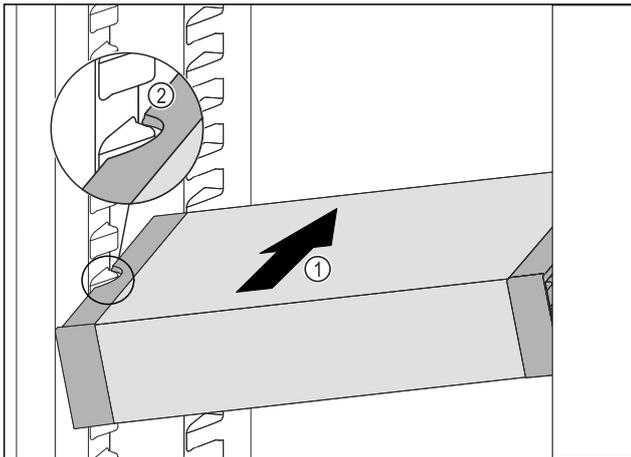

Fig. 133
- ▶ Insérer le VarioSafe en biais dans la partie réfrigérateur Fig. 133 (1) jusqu'à ce que les encoches latérales Fig. 133 (2) du VarioSafe se trouvent à la hauteur de la nervure du bac dans la partie réfrigérateur.